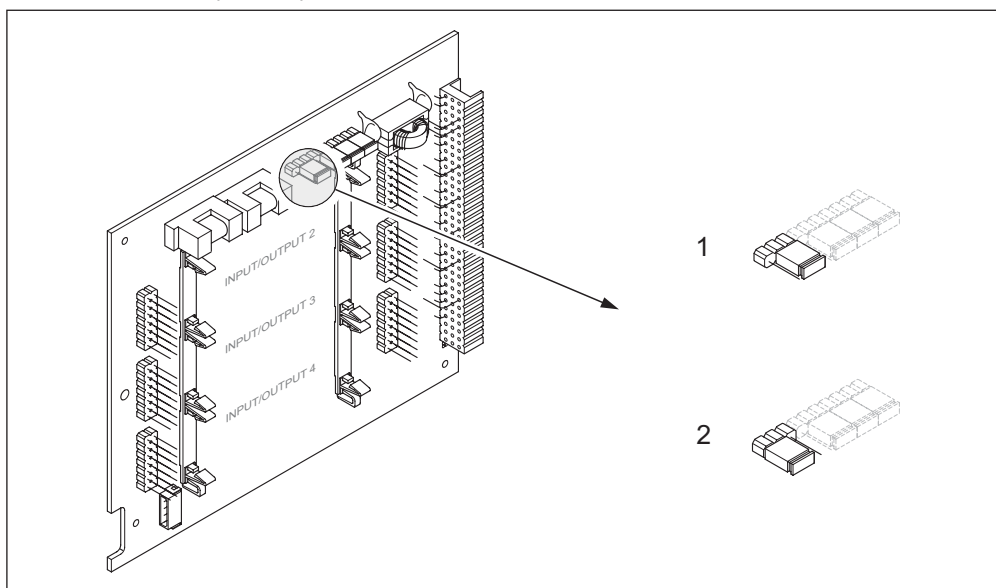

Рис. 32. Включение/выключение защиты от записи HART
3. С помощью перемычки включите или выключите защиту от записи HART, в зависимости от имеющихся требований → рис. 32.